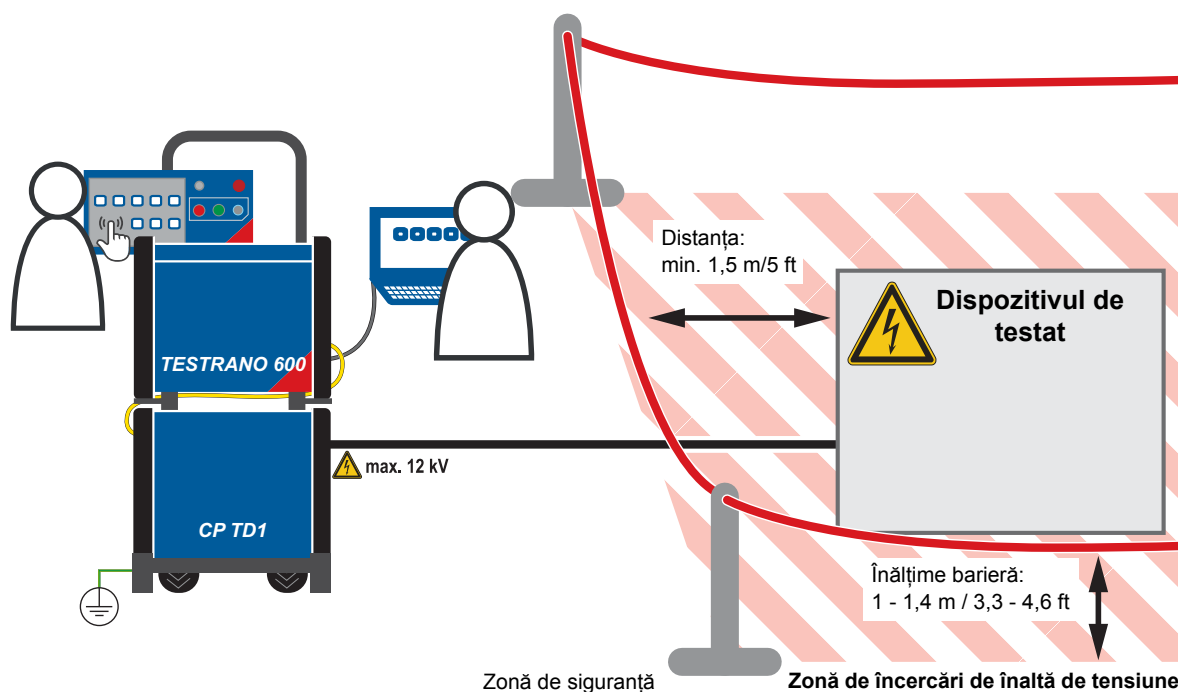

Figura 1-1: Ilustrație a zonei sigure și a zonei cu înaltă tensiune pentru lucrul cu sistemul *TESTRANO 600* și produsul *CP TD1*
- ▶ Izolați zona de lucru - a se vedea Figura 1-1: „Ilustrație a zonei sigure și a zonei cu înaltă tensiune pentru lucrul cu sistemul *TESTRANO 600* și produsul CP TD1” de la pagina 5.